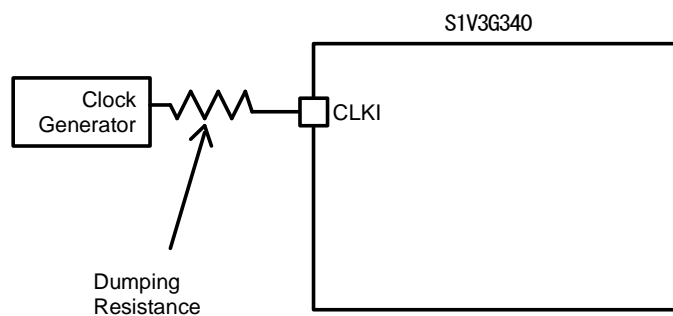

図 9.3 クロック入力 オーバーシュート／アンダーシュート対策例
- OSCI, OSCO 端子と配線は、基板の隣接する層も含め、VSS でシールドしてください。配線する層は、図 9.3 のように広めにシールドしてください。隣接する層については、できれば全面をグラウンド層に、最低でも上記端子と配線の周囲を 5mm 以上カバーするようにシールドしてください。この対策を施した場合でも、前述の通りデジタル信号線との並走は禁止します。他の層での交差についても、スイッチング頻度の低い信号以外はできるだけ避けてください。